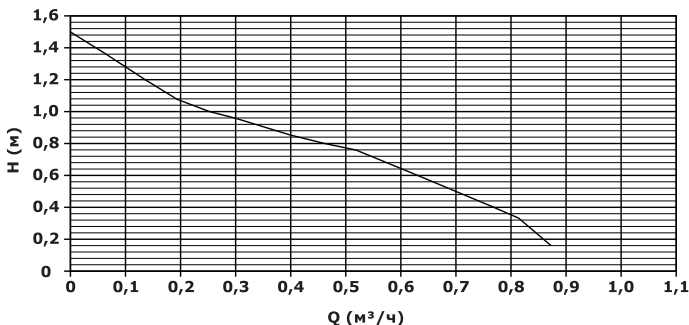

Рис.1 Расходно-напорная характеристика насоса
- Эксплуатация насоса должна осуществляться в пределах его рабочего диапазона, в соответствии с расходно-напорной характеристикой (см. Рис.1);